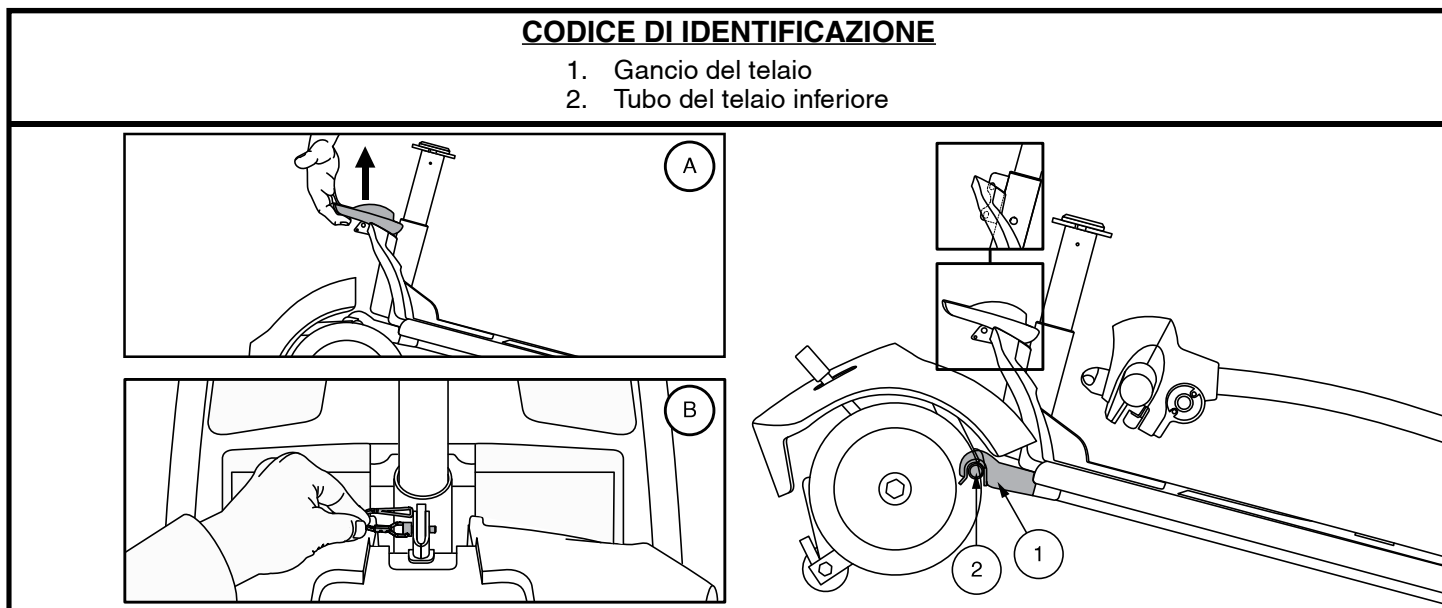

Figura 36. Leva di rilascio del telaio (Stile A) e Perni di chiusura del telaio (Stile B)
4. Separare lentamente le due sezioni del miniscooter. **Vedere figura 36.**
NOTA: Prima di effettuare il montaggio, inclinare la metà posteriore del miniscooter leggermente all'indietro sulle ruote antiribaltamento, come illustrato nella figura 36.
1. Usare la leva di rilascio del telaio (o la piantone del sedile per modelli 29, 36, 336, 83 e 84) per sollevare la parte anteriore mentre si allineano i ganci del telaio della parte anteriore con il tubo del telaio inferiore della sezione posteriore. **Vedere figura 36.**
2. Una volta che i ganci del telaio sono sopra il tubo del telaio inferiore, abbassare la sezione anteriore e ruotare contemporaneamente la sezione posteriore. Questa operazione aggancia automaticamente la chiusura del telaio nei modelli AAP4, 39, 40, 44, 40LX, 40X, 44X, 40E, 402E, 44E, 442E, 44LX, 49, 50LX, 50LXLIT, 54LX, 54LXLIT, **54ALX**, 53, 53HD, 54, 54HD, 66, 67, 73, 74 e Jazzy ZTS. Nei modelli 29, 36, 336, 83 e 84, è necessario inoltre reinstallare il perno di chiusura del telaio per completare il montaggio del corpo. **Vedere figura 36.**